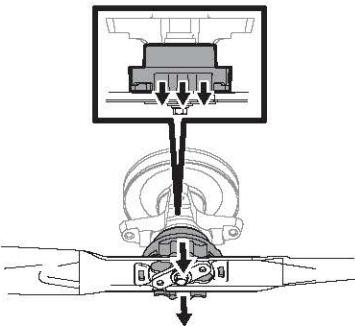

Figura 50
- Cuando la cuchilla esté correctamente trabajada en su lugar, se escuchará un clic (Figura 50).